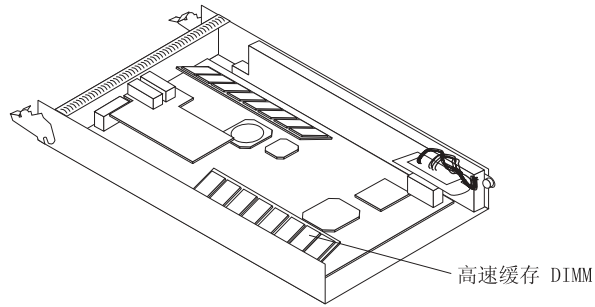

图 39. 卸下 RAID 高速缓存 DIMM
- a. 打开 RAID 高速缓存 DIMM 接口两端的固定夹。第 51 页的图 39 显示了您要更换的高速缓存 DIMM。
- a. 打开高速缓存 DIMM 接口两端的固定夹。第 51 页的图 39 显示了您要卸下的高速缓存 DIMM。